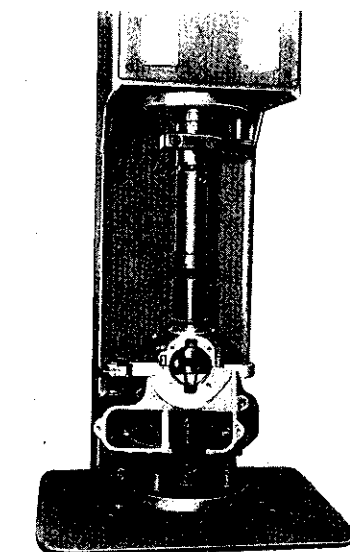

Bild 23. Radialdichtringe eindrücken
14. Radialdichtringe eindrücken (Bild 23).